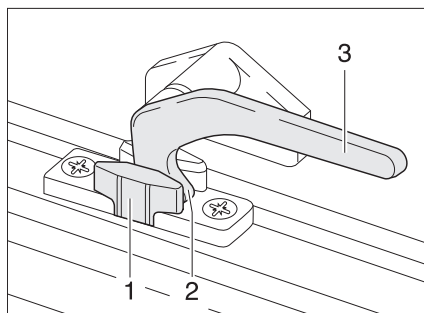

Fig. 35 Levier de verrouillage en position "Aération permanente"
- En position "Aération permanente" (Fig. 35)
- Tourner le levier de verrouillage (Fig. 35,3) d'un quart de tour vers le centre de la fenêtre.
- Remettre le levier de verrouillage en position initiale. Le tenon de verrouillage (Fig. 35,2) doit pénétrer alors dans le logement prévu à cet effet dans le verrouillage de fenêtre (Fig. 35,1).